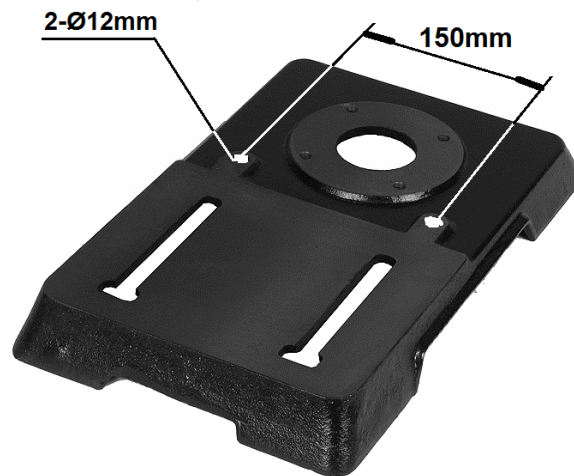

Рис. 4
**Во избежание опрокидывания станок необходимо прикрутить к основанию двумя винтами с головкой под ключ (в комплект не входят). См. рисунок 4.**